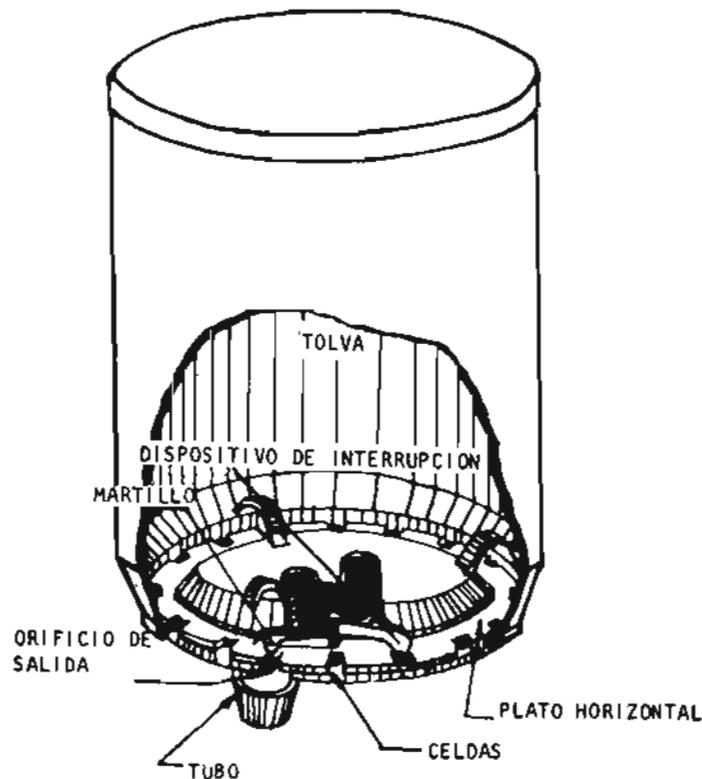

Fig. 2
**ALIMENTACIÓN.** (Fig. 2) Consta de un elemento movable con celdas o pequeñas casillas cuyo tamaño permite acomodar semillas individualmente o en grupos de número definido.